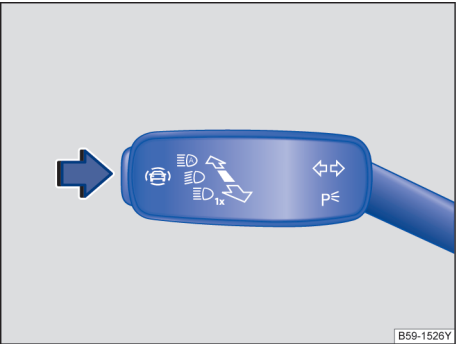
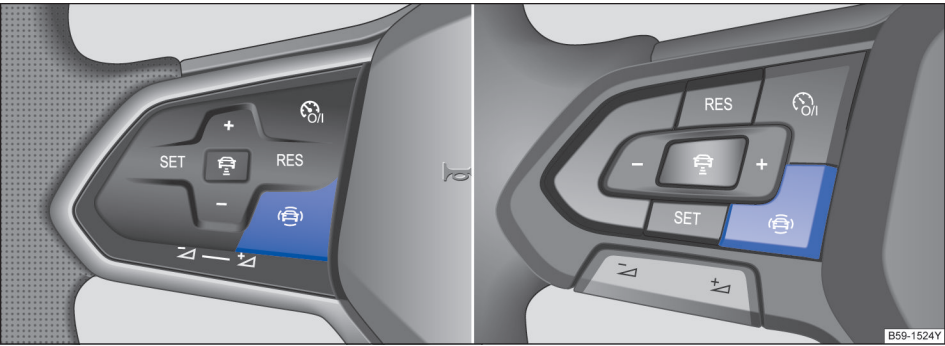

图 21 变道转向灯/远光操纵杆：驾驶辅助系统操作按钮
图 22 驾驶辅助系统操作按钮
对于带半自动驾驶辅助系统（Travel Assist）功能的车辆，驾驶辅助系统操作按钮在变道转向灯/远光操纵杆上→图 21。
对于不带半自动驾驶辅助系统（Travel Assist）功能的车辆，驾驶辅助系统操作按钮在方向盘上→图 22。
用变道转向灯/远光操纵杆→图 21 或按压多功能方向盘上的按钮→图 22 可打开或关闭驾驶辅助系统菜单里的驾驶辅助系统→第 117 页。
- 按图示箭头方向按压按钮→图 21 或按压多功能方向盘上的按钮→图 22 打开驾驶辅助系统菜单。